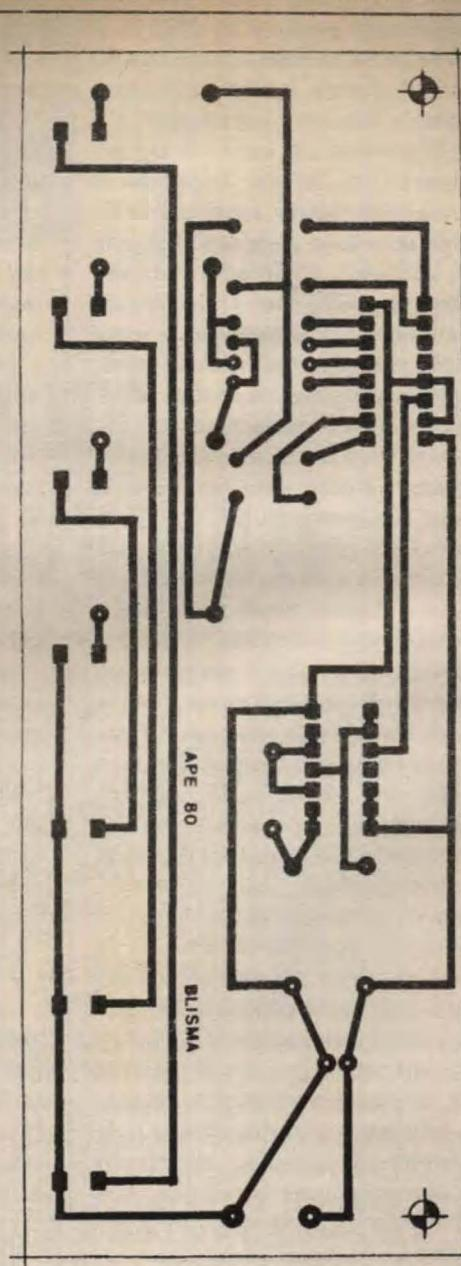

Fig. 2
- **FIG. 2 - LAY OUT DO CIRCUITO IMPRESSO ESPECÍFICO** - A placa específica é vista, na figura, em escala 1:1 (tamanho natural), face cobreada, com todo o padrão de ilhas e pistas nitidamente diagramado em negro (áreas em branco correspondem às partes nas quais o cobre deve ser removido durante a corrosão...). Apesar do tamanho um pouco acima da média (comparado com a maioria dos projetos publicados em APE...), a confecção é muito simples, uma vez que o desenho é *descongestionado*, fácil de copiar com carbono, não sendo também complicada a própria traçagem a